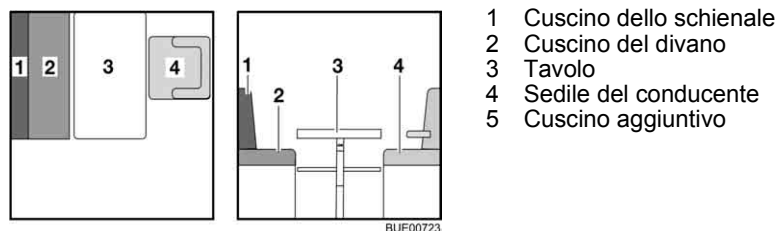

Fig. 121 Prima della trasformazione
- Ruotare il sedile del conducente (Fig. 121,4) e spostarlo completamente in avanti.
- Trasformare il tavolo (Fig. 121,3) in struttura di supporto letto (vedi paragrafo 6.11).
- Riporre il cuscino dello schienale (Fig. 121,1).